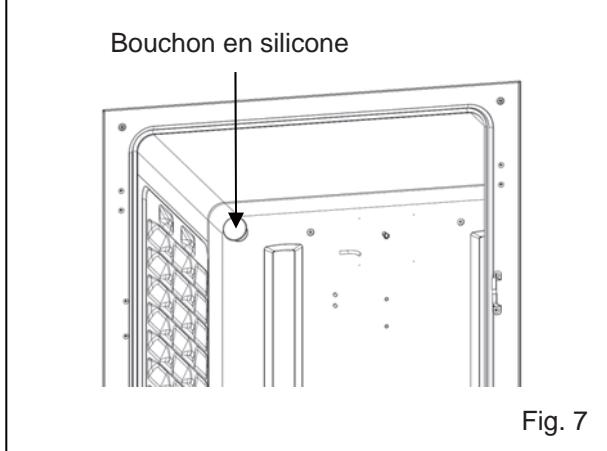
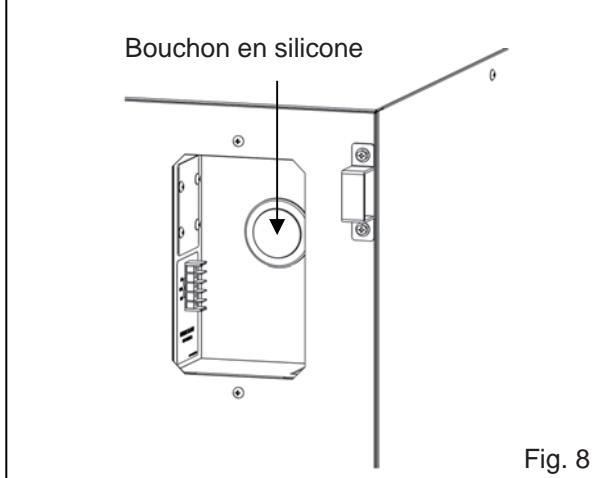

Fig. 7
Fig. 8
8. Retirez les bouchons en silicone de l'ouverture d'accès depuis l'intérieur (Fig. 7) et l'extérieur (Fig. 8).